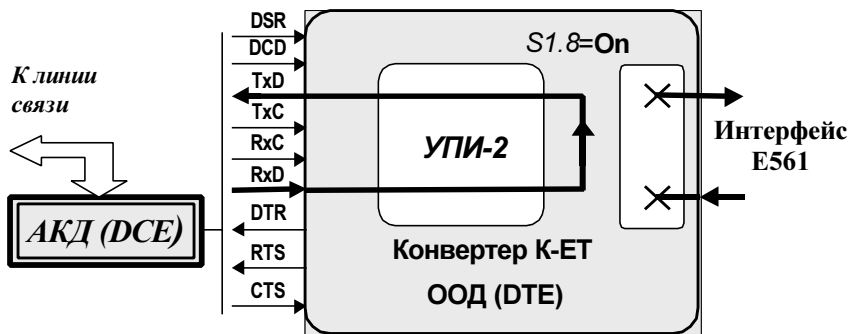

Рис. 13 Проверка Цифровой шлейф (DL) для ООД (DTE)
Принцип проверки *Цифровой шлейф (DL)* для конвертера как ООД (DTE) устройства показана на Рис. 13. Данные, поступающие в конвертер из АКД (DCE) через УПИ-2, проходят через преобразователь конвертера и возвращаются в АКД (DCE) через УПИ-2. Данные, поступающие из интерфейса E561, игнорируются и устанавливается пассивное состояние на выходе передатчика данных интерфейса E561.